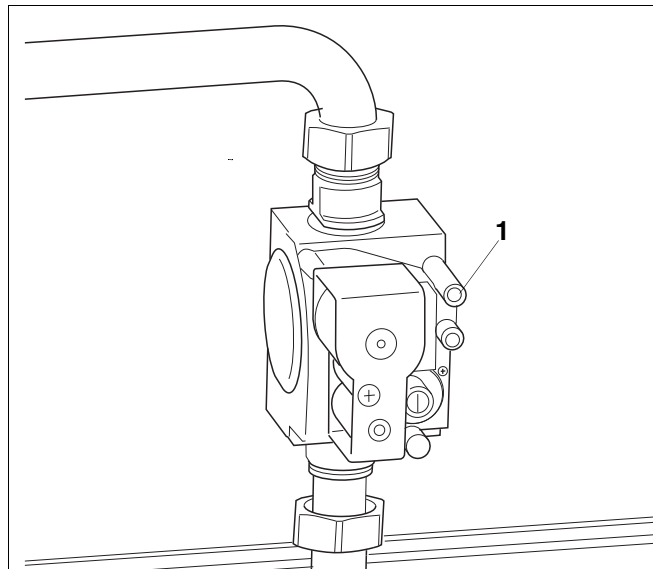

Рис. 27 Газовая арматура "SIT" 840 Sigma
- На два оборота открутить запорный винт ниппеля для контроля подаваемого давления газа и удаления воздуха (Рис. 27, поз. 1).
- Осторожно закрутить ниппель (Рис. 27, поз. 1).